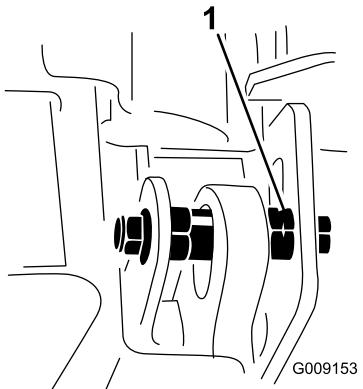

**Figura 7**
2. Afloje los pernos y las tuercas que sujetan los espaciadores excéntricos a las alas (Figura 7).
esté aproximadamente 3 mm (1/8") más alta que la altura de corte deseada (Figura 7).